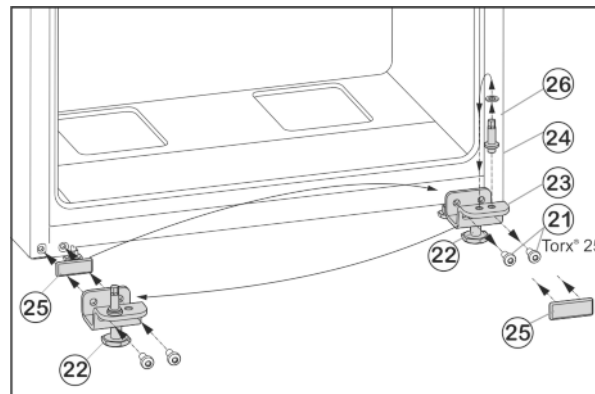

Fig. 8
- ▶ Befestigungsschrauben Fig. 8 (21) abschrauben.
- ▶ Lagerbock unten Fig. 8 (23) komplett mit Lagerbolzen Fig. 8 (24), Scheibe Fig. 8 (26) und Stellfuß Fig. 8 (22), abnehmen.
- ▶ Lagerbolzen Fig. 8 (24) komplett mit Scheibe Fig. 8 (26) abschrauben, in das gegenüberliegende Aufnahmeloch des Lagerbocks umsetzen und wieder festschrauben.
- ▶ Abdeckplatte Fig. 8 (25) vorsichtig abnehmen und auf die Gegenseite umsetzen.
- ▶ Lagerbock unten Fig. 8 (23) komplett, mit Lagerbolzen Fig. 8 (24), Scheibe Fig. 8 (26) und Stellfuß Fig. 8 (22) auf der neuen Scharnierseite ggf. mit Hilfe eines Akkuschaubers **fest (mit 4 Nm)** wieder anschrauben.
- ▶ Tür von oben auf Lagerbolzen Fig. 8 (24) aufsetzen.
- ▶ Stellfuß Fig. 8 (22) am Lagerbock unten Fig. 8 (23) herausdrehen, bis er auf dem Boden aufliegt.